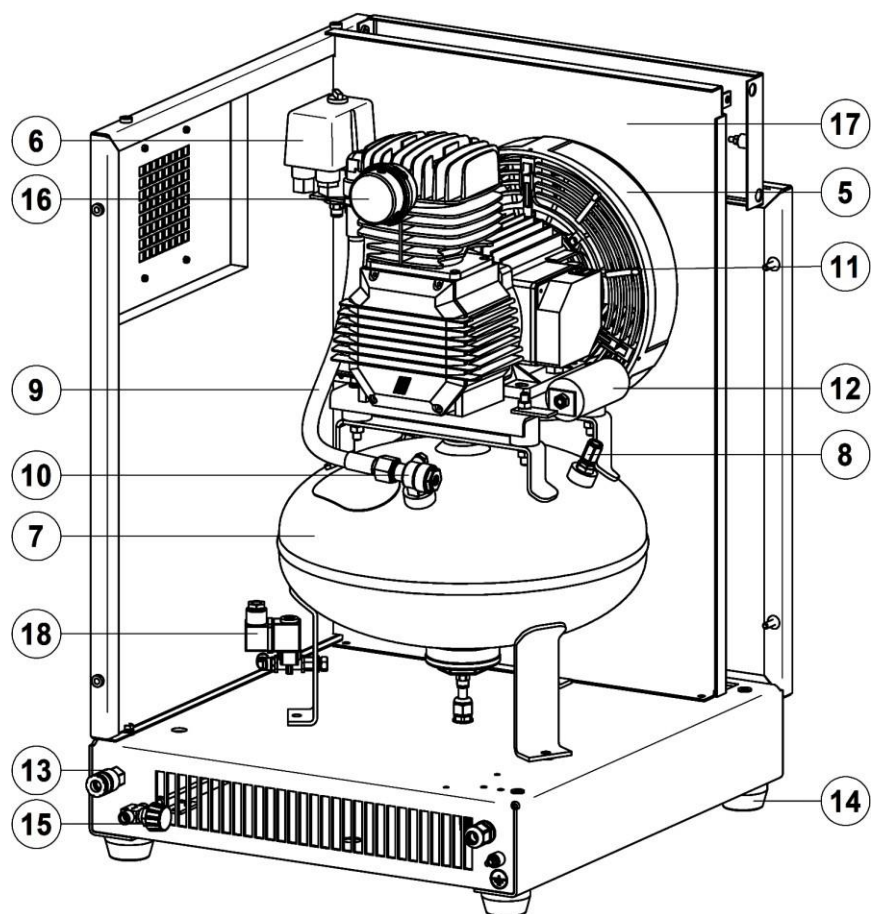

Рисунок 3 - Общий вид компрессора СБ4-16.GMS150K
- Выверните фильтр 16 (рис. 3, 5) при обслуживании компрессора с поршневым блоком GMS150. Ослабьте крышку всасывающего фильтра;